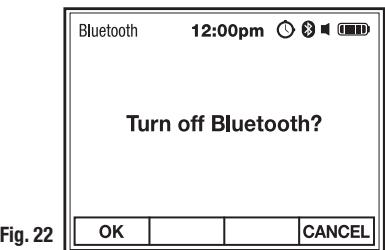

Fig. 22
2. Utilice el botón de función F1 OK para activar o desactivar Bluetooth® y volver a los Ajustes del Medidor (Fig. 22). El símbolo aparecerá en la pantalla cuando Bluetooth® esté activado.